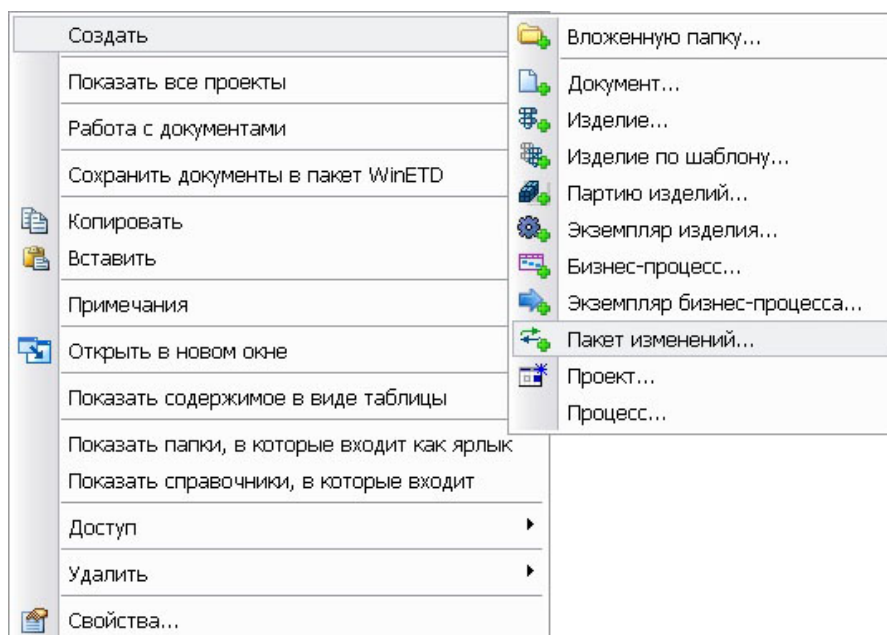

Рис. 56
2. В появившемся меню выберите пункт **Создать** → **Пакет изменений** (Рис. 56).